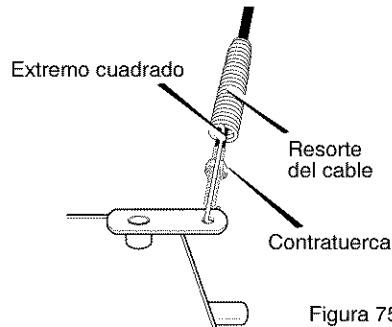

Figura 75
2. Meta el cable por el resorte hasta exponer la porción roscada del cable (Figura 75).